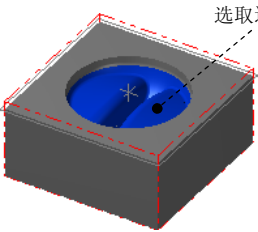
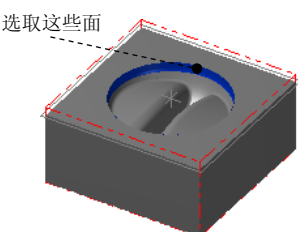

图 4.25 选取加工面
图 4.26 选取干涉面
Step2. 设置加工区域。在图形区中选取图 4.25 所示的曲面（共 32 个），然后按 Enter 键，系统弹出“刀具路径的曲面选取”对话框。单击 **干涉面** 区域中的 **✎** 按钮，在图形区中选取图 4.26 所示的曲面（共 4 个面），单击 **●** 按钮完成干涉面的选取，系统返回至“刀具路径的曲面选取”对话框。单击 **✓** 按钮，系统弹出“曲面精加工环绕等距”对话框。